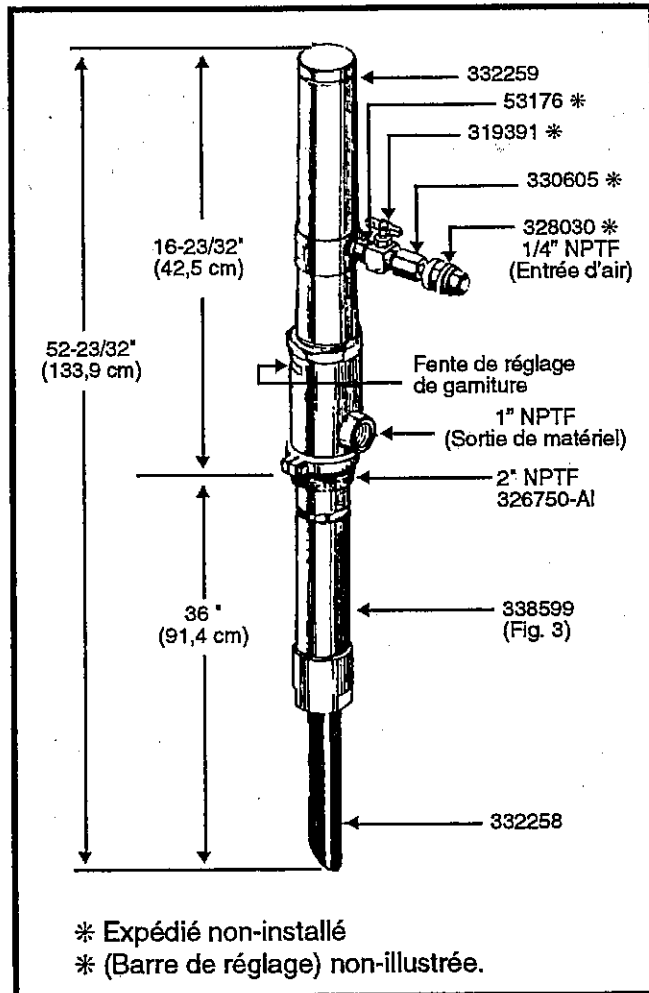

Figure 1 : Pompe de transfert modèle 7216-S3
Consultez la Figure 1.
A. Lorsqu'il devient nécessaire d'effectuer l'entretien de la pompe, procédez de la façon suivante : (Figure 1)
1. Retirez l'adaptateur de bonde 326750-A1 (Fig. 1), si ce n'est pas déjà fait.